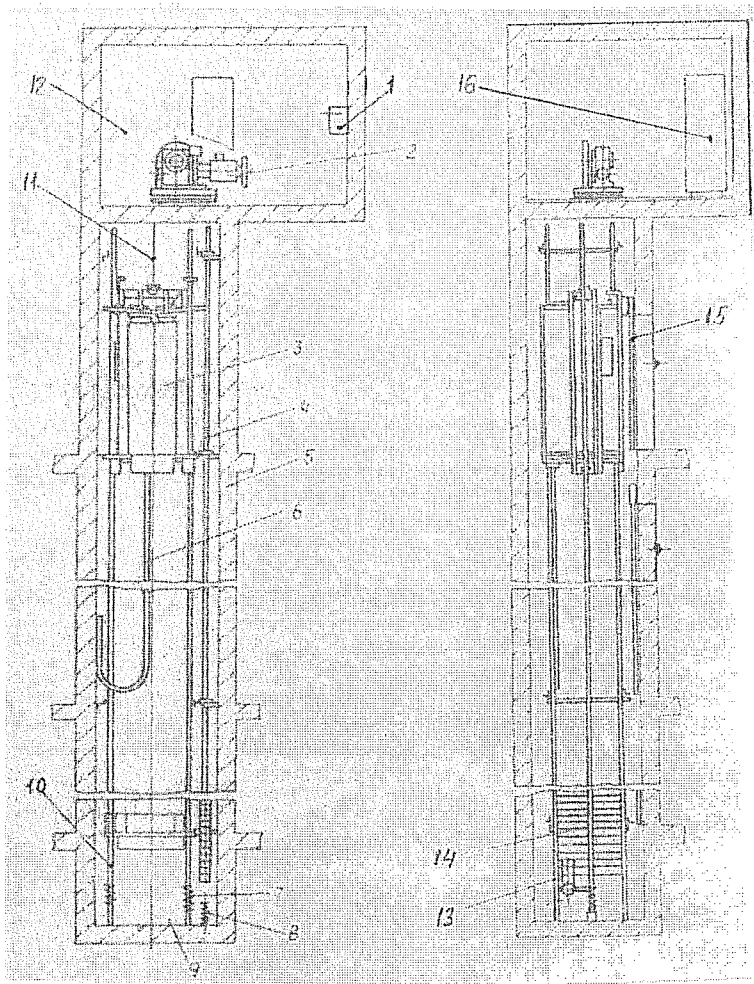

Рис.1
**Задание 40.** Запишите цифры, которые указывают на чертеже узел лифта в соответствии с названиями этих узлов. Рис. 1